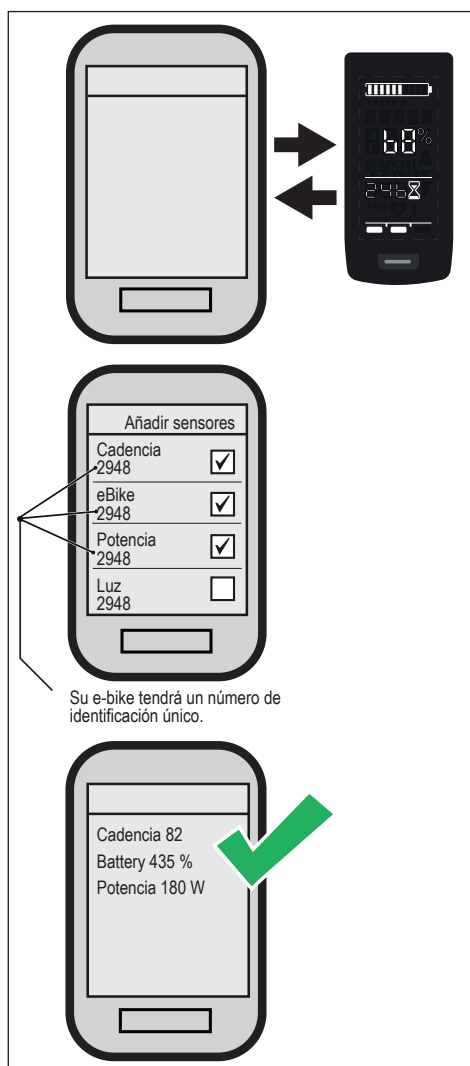

Fig. 8: Conexión de la e-bike al ciclocomputador
- Seleccione al menos los tres sensores mostrados (consulte Fig. 8).